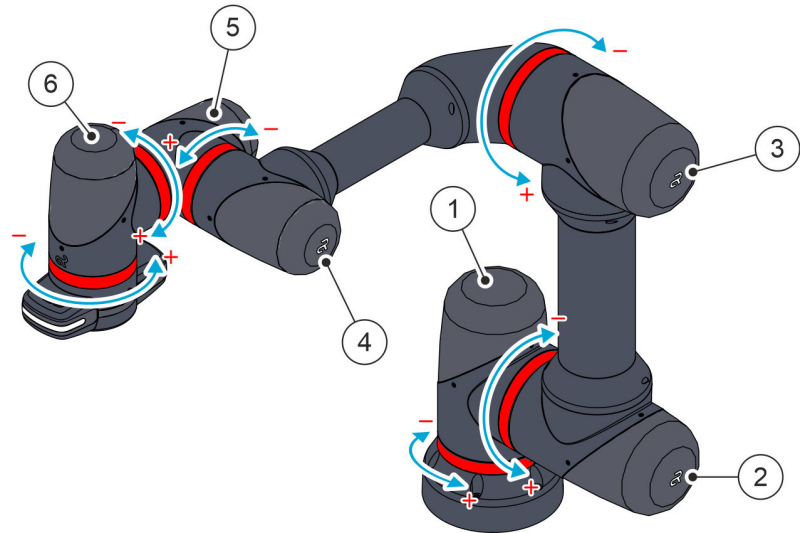

Abb. 3 Überblick Roboterachsen
① Achse 1
② Achse 2
③ Achse 3
④ Achse 4
⑤ Achse 5
⑥ Achse 6
Der Roboter besitzt insgesamt 6 Achsen Abb. 3/① – ⑥, die in einer kinematischen Kette miteinander verbunden sind.